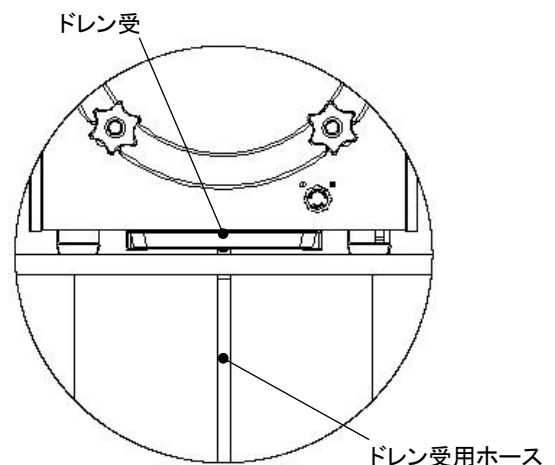

図 2 ドレン受の設置
- ② ドレン受用ホースが本器後方に出るように、ドレン受を設置する(図 2)
- ③ 耐熱性のある排水溝・排水ピットがある場合はホースの先を溝またはピットまで導く。